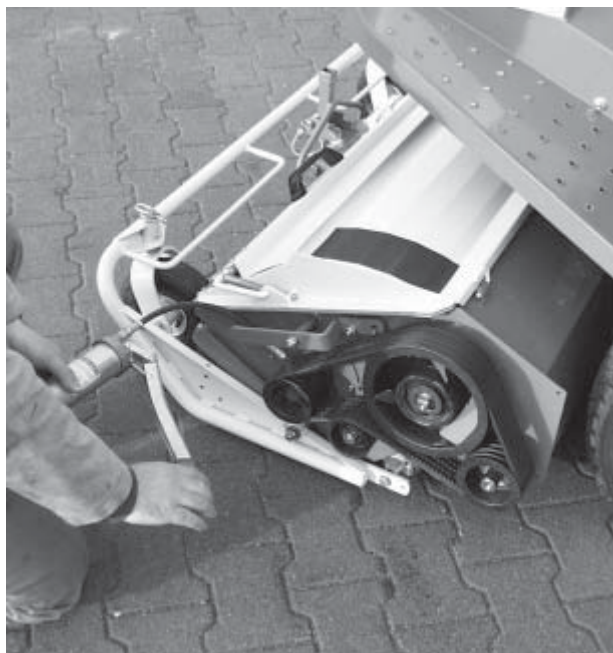

fig. 39
- paliers du rotor (fig. 39 + fig. 40)